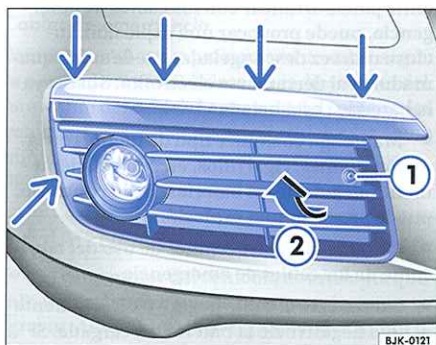

Fig. 48 Desmontaje de la tapa en la parte derecha del paragolpes delantero
El alojamiento para la argolla de remolque enroscable se encuentra en la parte derecha del paragolpes delantero ⇒ fig. 48. Para acceder al alojamiento hay que desmontar la tapa.
- Desenrosque el tornillo ⇒ fig. 48 ① con el destornillador.
- Agarre la cubierta con ambas manos y tire hacia delante, en la dirección que indica la flecha ②. Suelte la cubierta con cuidado de sus fijaciones -flechas-.